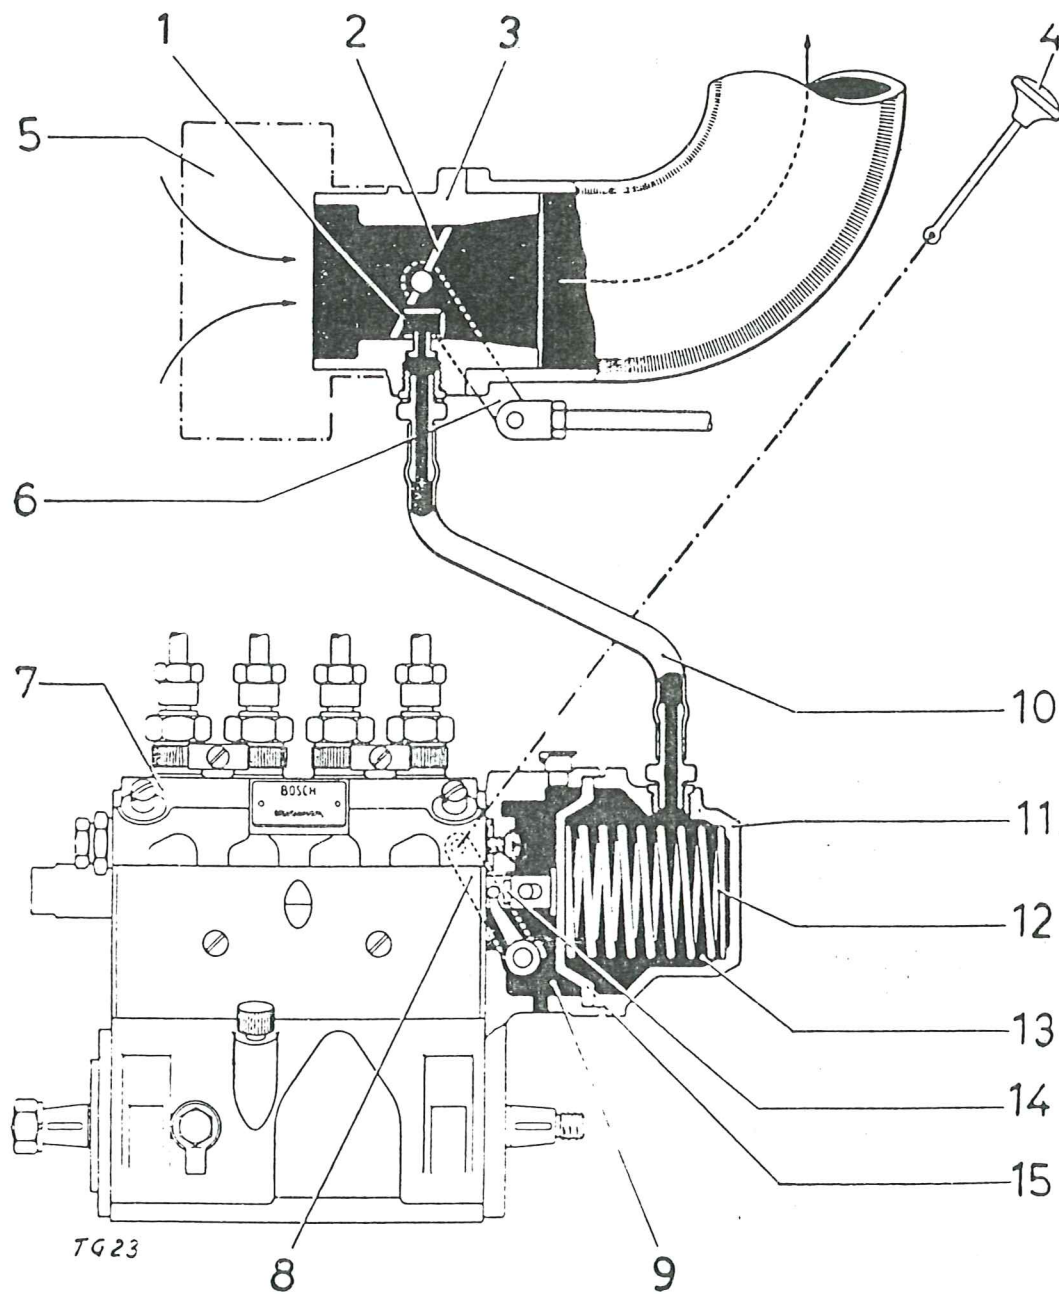

Fig. 13. Vakuumregulator.
**Vakuumregulatorn** består av två huvuddelar, nämligen **spjällhuset** och **regulatorhuset**. Spjällhuset (3, fig. 13) är placerat mellan luftrenaren och insugningsröret. I spjällhuset finnes ett s.k. venturirör (1) placerat och för detta finnes ett urtag i spjället (2). Då motorn går på tomgång hålles spjället mot stängt läge, varför den luft som motorn suger till sig under insugningslaget passerar genom venturiröret. Detta är medelst vakuumledningen (10) anslutet till regulatorhusets vakuumkammare (13).